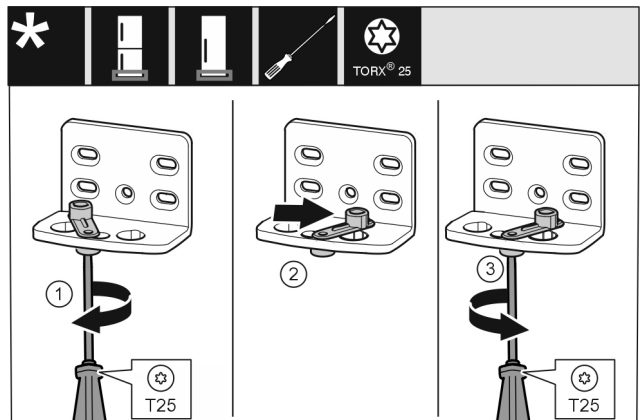

Fig. 12
- Skru løs skruen med skrutrekker T25. Fig. 12 (1)
- Løft dørlåshjelpen, og dreid den 90° mot høyre inn i boringen. Fig. 12 (2)
- Stram skruen med skrutrekker T25. Fig. 12 (3)